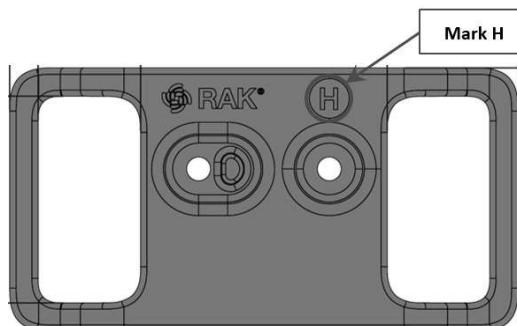

Abbildung 34: Mit dem Buchstaben H gekennzeichnetes Befestigungszubehör
1. Verwenden Sie für die Gürtelschlaufenhalterung zwei (2) Befestigungszubehörteile mit der Kennzeichnung „H“, wie in **Abbildung 34** dargestellt.